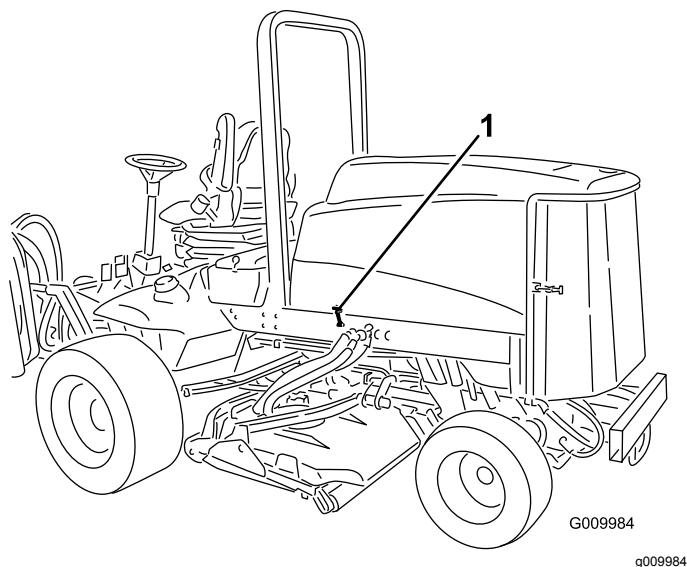

Рисунок 25
1. Откройте защелки капота (Рисунок 25) и откиньте капот.